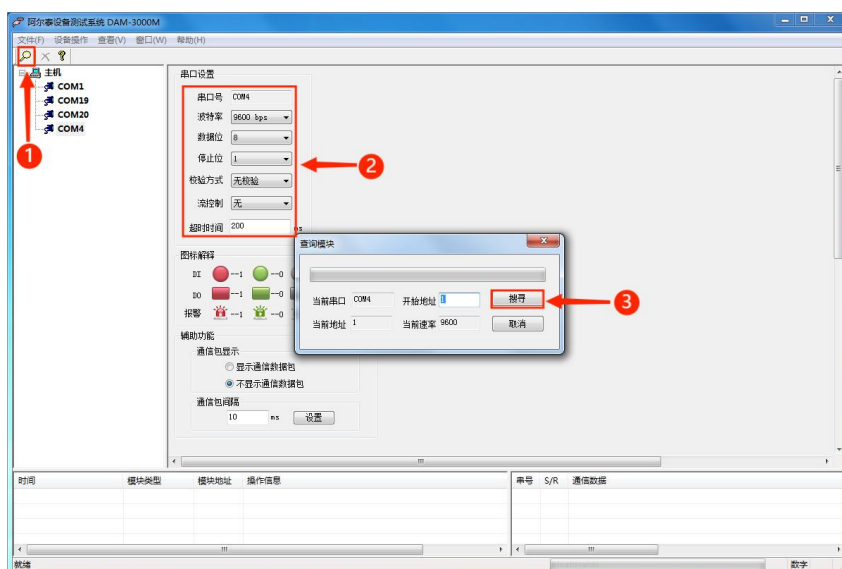

图 12
- 1) 连接好模块后上电，打开 DAM-3000M 高级软件，点击连接的串口，出现下面界面，点击如图 12-①弹出对话框，图 12-②可以选择设置搜索模块参数，图 12-③点击搜索可对模块进行搜索。